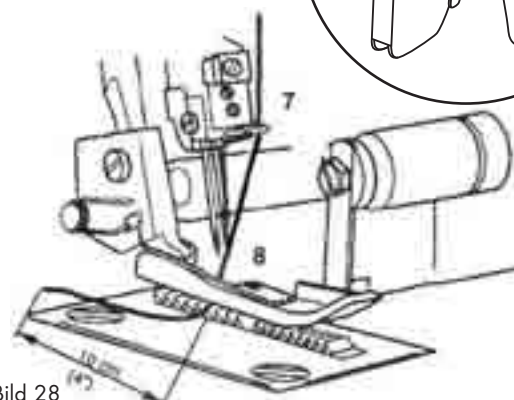

Bild 28
5. För sedan in tråden i den högra nålen (8) (bild 28).